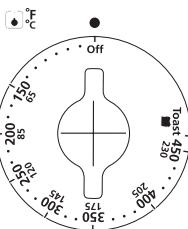

Figure 1
2. **Sélecteur de Température:** Ajuster le thermostat à cadran à la température désirée. (Voir Figure 1)